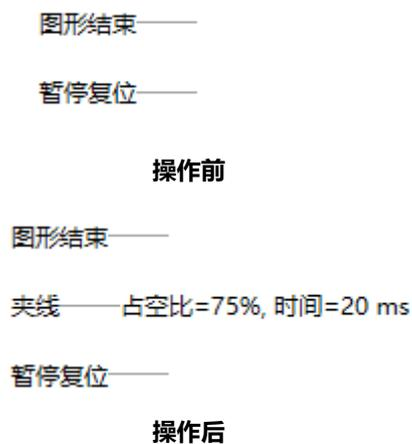

图 5.10.4a 图层结束指令集操作示意
③添加完所有指令之后，如果有需要删改的，改变参数只需双击指令段即可弹出参数设置框。需要删除指令，只需选中指令段，点击删除按键即可。需要移动指令段，只需选中指令后，点击“↑”“↓”按键即可对指令段进行向上/下移动。
④最后点击确认，此默认指令集即会被保存，在点击指令处理之后，在图层结束的位置会默认加入这些指令。操作示意如下图 5.10.4a 所示。